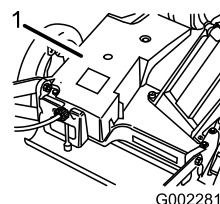

Figura 34
3. Retire los pernos que fijan la cubierta de la correa (Figura 34) a la carcasa del cortacésped.